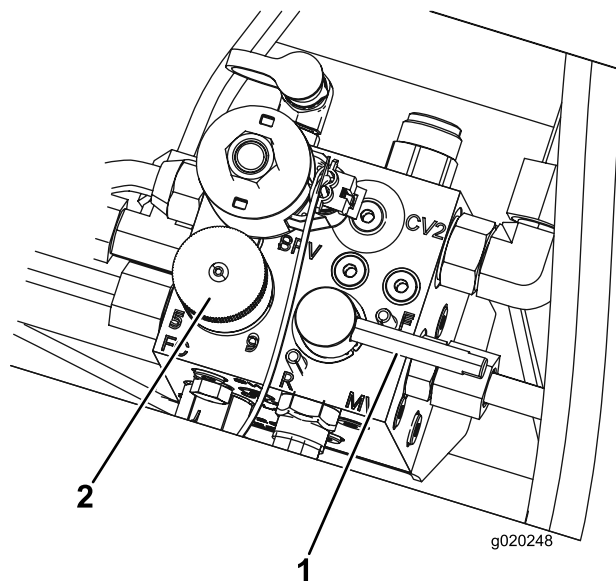

Figura 82
5. Impostate il regolatore della velocità del cilindro in posizione 1 (Figura 82).
6. Spostate la leva di lappatura in posizione R (lappatura) (Figura 82).